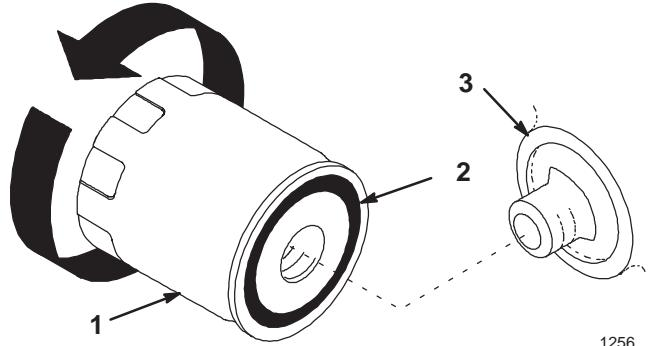

Figure 53
- Déposez le filtre usagé (Fig. 53).
- Essuyez la surface du joint de l'adaptateur du filtre (Fig. 53).
- Appliquez une fine couche d'huile neuve sur le joint en caoutchouc du filtre de rechange (Fig. 53).
- Posez le filtre de rechange sur l'adaptateur. Tournez le filtre dans le sens des aiguilles d'une montre jusqu'à ce que le joint rejoigne l'adaptateur, puis donnez 3/4 de tour supplémentaire (Fig. 53).